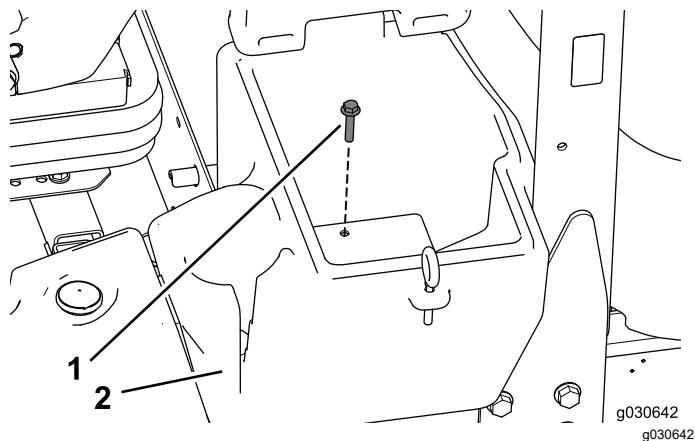

図 3
1. 機体左側の荷物置きスペースを固定しているボルトを取り外す。捨てないこと 図 3。